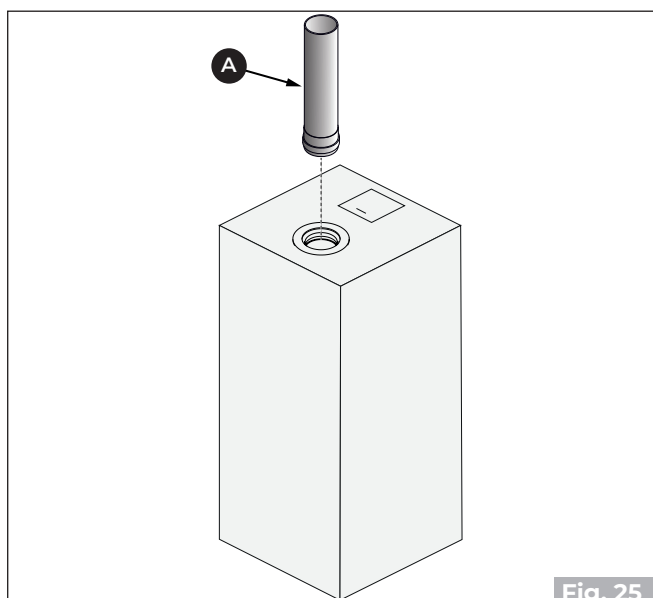

Fig. 25
- Conectar el tubo de salida humos (**A**) (**"Fig. 25"**).